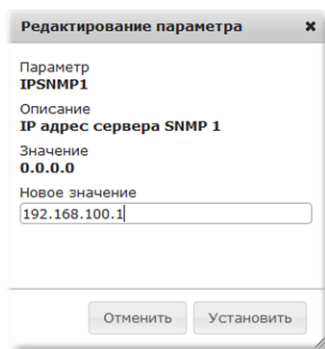

Рисунок 24 – Вид окна «Редактирование параметра IPSNMP1»
- 6) в отобразившемся окне «Редактирование параметра *IPSNMP1*» (см. Рисунок 24), задать IP-адрес серверной части NMS и нажать кнопку «Установить»;